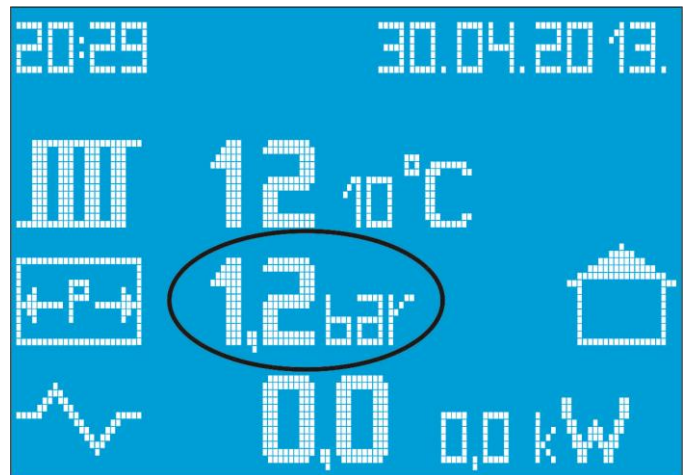

Figure 5: Écran avec la pression affichée
- Purger la chaudière par la vanne de purge (voir fig. 5 et fig. 6).